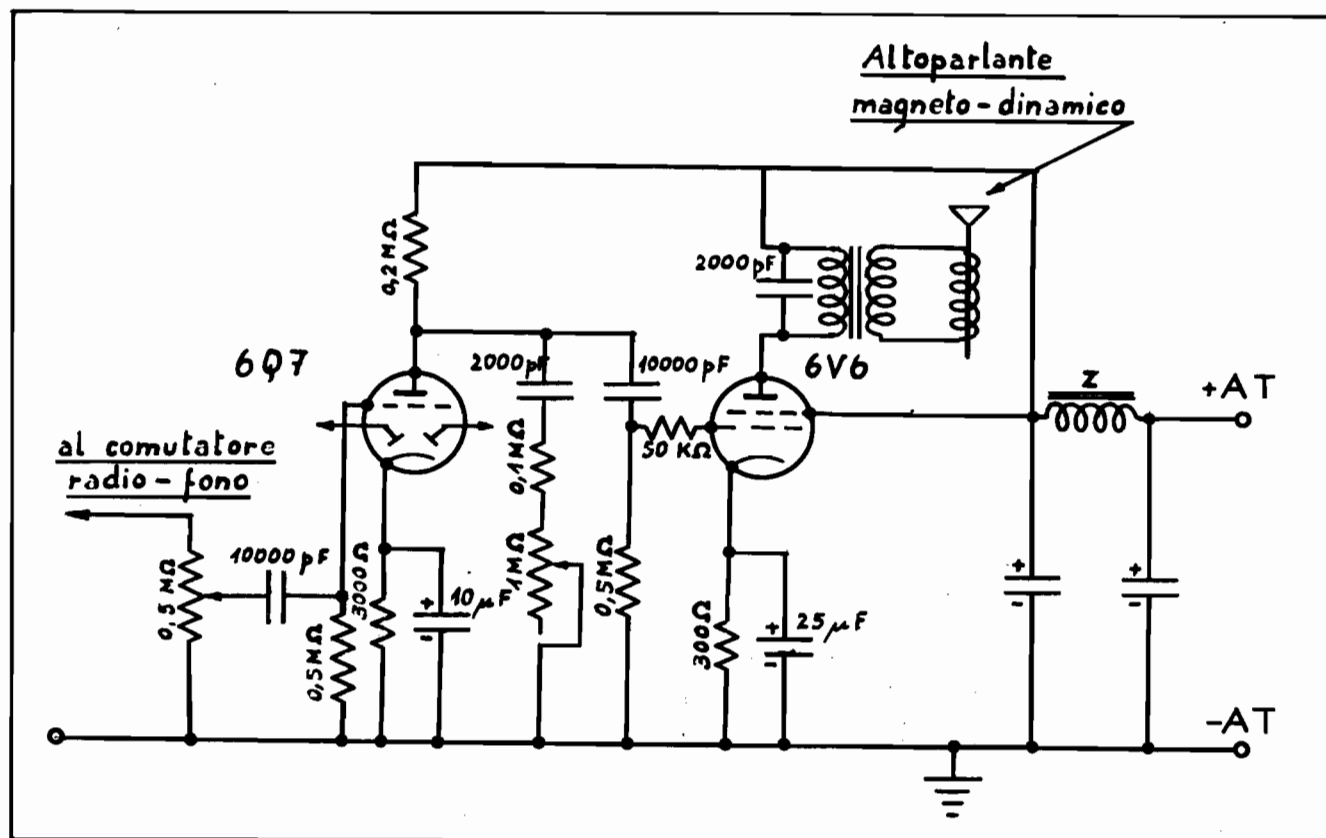

Fig. 1
Lo schema di fig. 1 rappresenta un tipico circuito per la parte fono di un normale radioricevitore.
1) - NESSUNA AUDIZIONE - Quando Lei ha l'apparecchio completamente muto dovrà, per prima cosa, eseguire i controlli della tensione anodica e dell'altoparlante come Le ho indicato nelle precedenti lezioni. Soltanto dopo questi controlli può ricercare la causa del guasto nello stadio finale. Se i controlli hanno confermato che il guasto è effettivamente nell'amplificatore, porti il commutatore delle gamme d'onda sulla posizione fono. Toccando con le dita la bocca la d'ingresso della presa FONO oppure la griglia della preamplificatrice, in un apparecchio normale si ode un forte ronzio. In questo semplice modo Lei si assicura che il guasto sia veramente nello stadio di B.F. Tocchi in seguito con il cacciavite, se non riesce con il dito, la griglia della valvola finale che, nello schema indicato in fig.1, è la 6V6. Si dovrebbe udire un leggero ronzio.